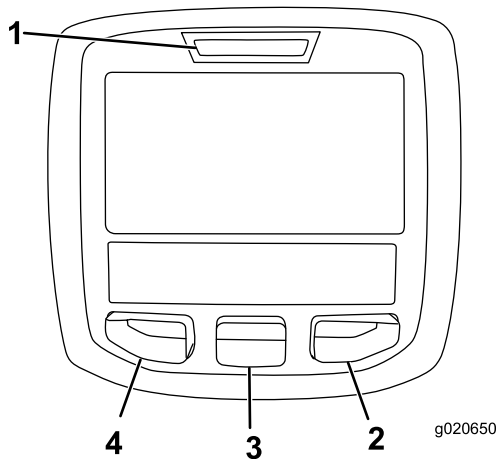

Figure 24
L'écran LCD de l'InfoCenter affiche des informations sur votre machine, comme l'état de fonctionnement, ainsi que divers diagnostics et autres renseignements la concernant (Figure 24). Il comprend un écran de démarrage, un écran d'information principal, un écran d'information moteur des unités de coupe (UC) et un écran d'information de déplacement.